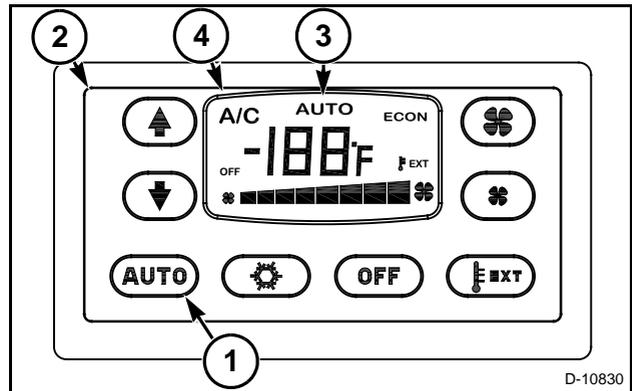

FIG. 49
FIG. 49: La función automática es controlada por el botón AUTO (1), ubicado en el panel de control (2). Cuando la función automática fuera activada, el control de temperatura utiliza el compresor del aire acondicionado, la válvula del calentador y la velocidad del ventilador para mantener la temperatura elegida es exhibida en la pantalla digital (4). El símbolo AUTO (3) será exhibido en la pantalla digital (4) cuando la función automática es activada.